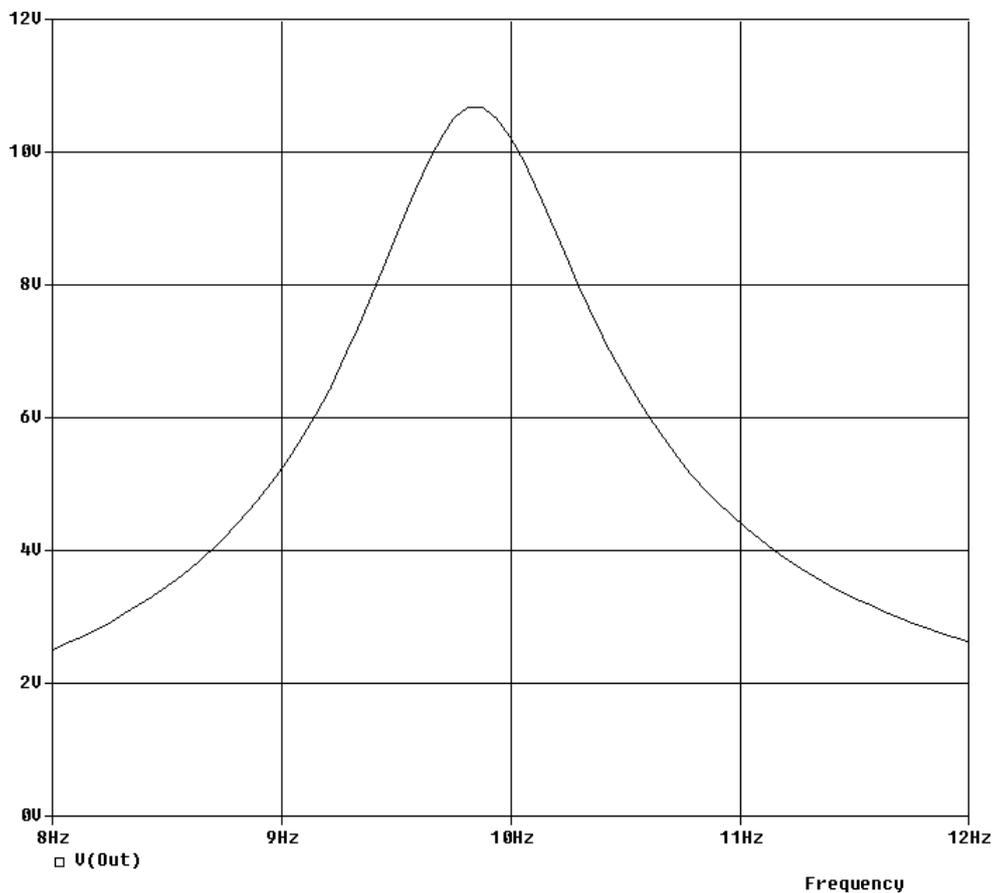

Рисунок 8.6 – АЧХ полосового фильтра до оптимизации
8.4.2 Запустить симуляцию. График АЧХ до оптимизации (рис. 8.6) сохранить в заготовке отчета.